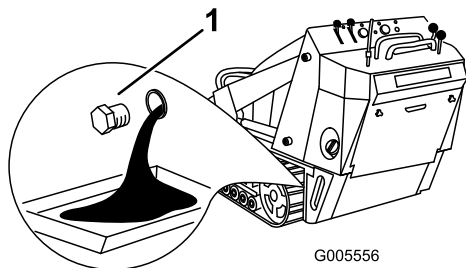

Figure 37
- Enlevez le bouchon de vidange (Figure 37).